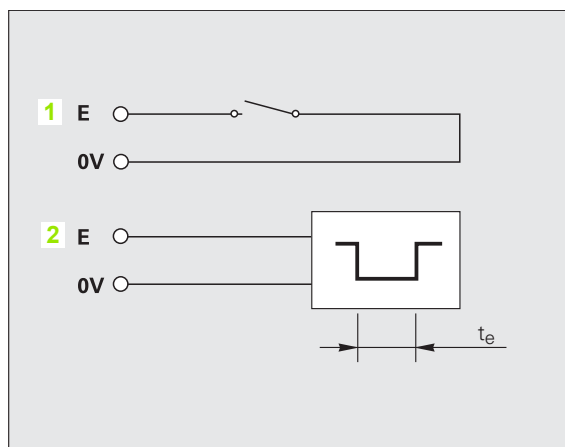

Abb. II.73 Spínací vstupy pro výstup naměřených hodnot na X41; 1: Kontakt, 2: Impulz
Pro spuštění vydání naměřených hodnot přes rozhraní (41) máte dvě možnosti (viz Abb. II.73):